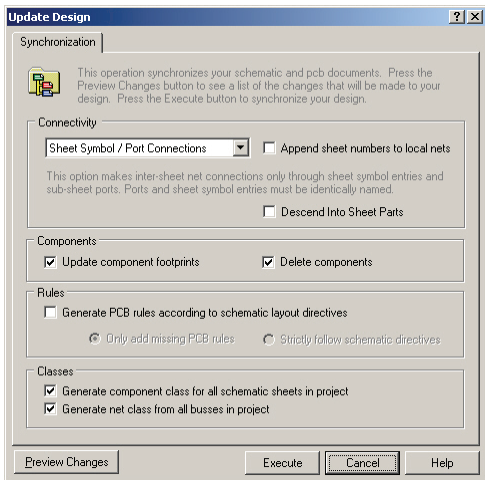

图 6-94 “Update Design”对话框
① 选择“Design”→“Update Schematic”命令，系统将弹出如图 6-94 所示的“Update Design（更新设计）”对话框。